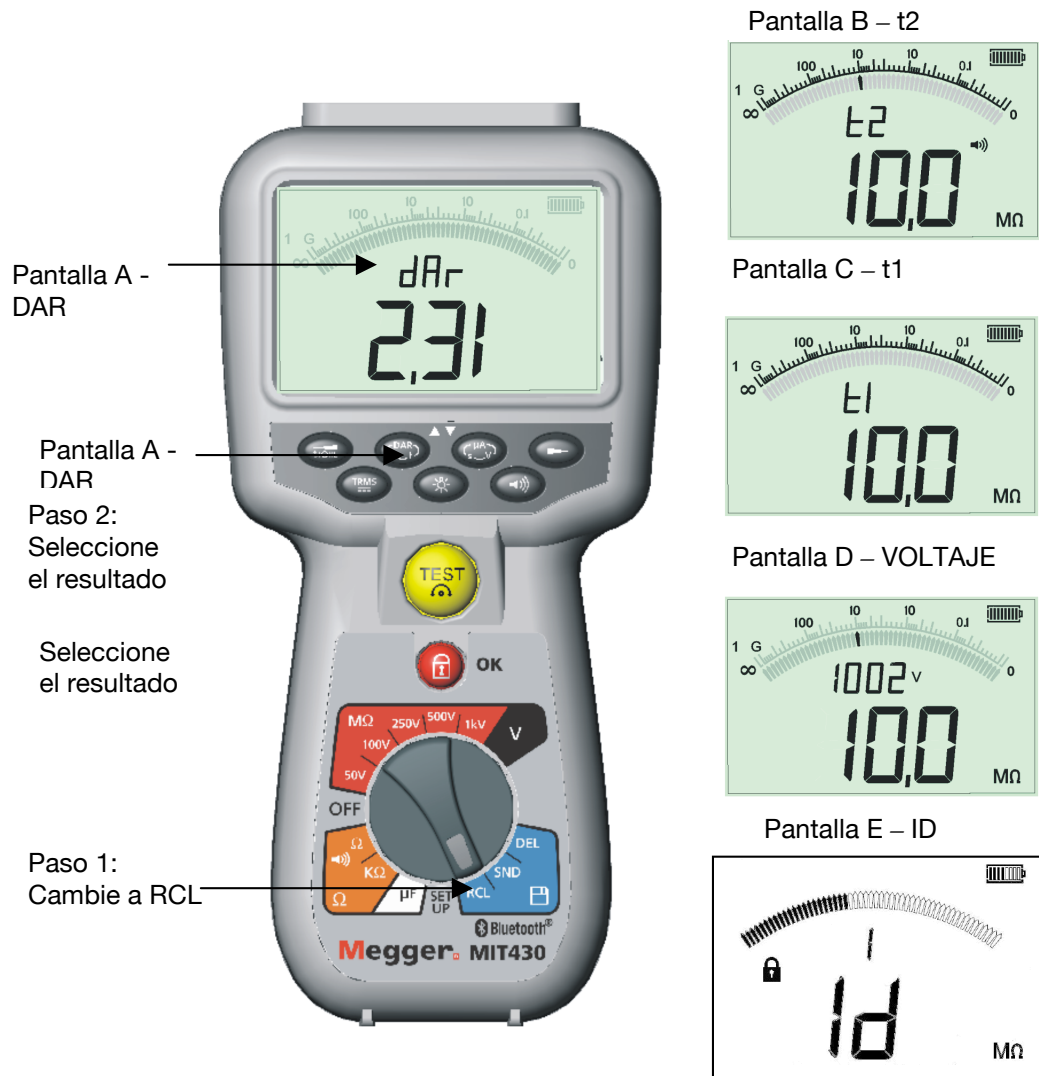

Figura 15, Resultados de la recuperación de DAR
La Figura 15 ilustra los visores, los cuales se mostrarán durante una recuperación del resultado de una prueba de relación de absorción dieléctrica (DAR).
3. Se mostrará el resultado de la prueba. Para desplazarse por las diferentes mediciones empleadas para calcular la relación de PI o DAR, utilice los botones [▲] y [▼]. Vea la figura 15, pantallas B a E.